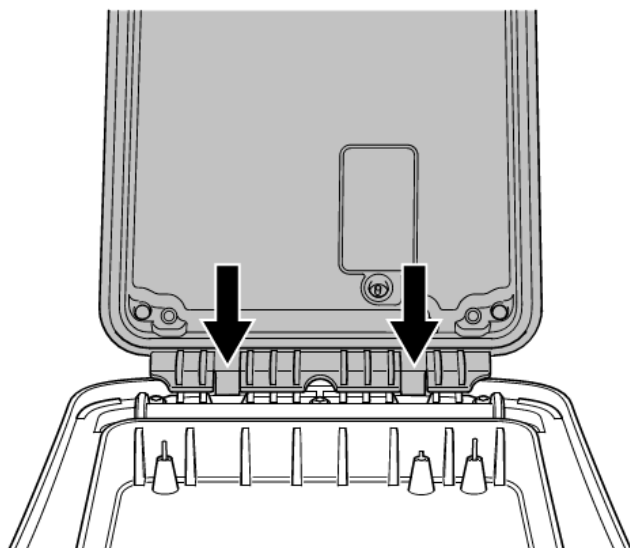

Abbildung 4.11: Akkupack bzw. Batteriefach ausrichten und in Position drücken
- 4 Richten Sie die Sicherungsclips des Batteriefachs auf die entsprechenden Aussparungen am Sendergehäuse aus und rasten Sie es ein (Abb. 4.11)